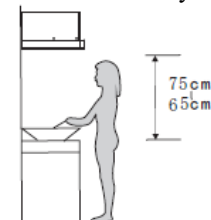

Рисунок 1
1. Вытяжка должна быть установлена на расстоянии 65-75 см от поверхности для приготовления пищи для достижения наилучшего эффекта. См. рисунок 1.